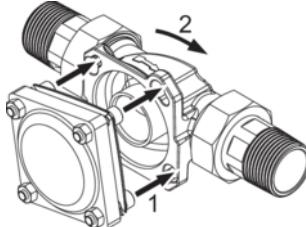

Abb. 5: Schrauben durchführen und einrasten
4. Das Gerät an den geräteseitigen Flansch („G“) des eingebauten Umgehungsventils ansetzen und die Schraubenköpfe durch die Bajonettschrauben des Umgehungsventils führen (Befestigungsprinzip siehe Abbildung 5).